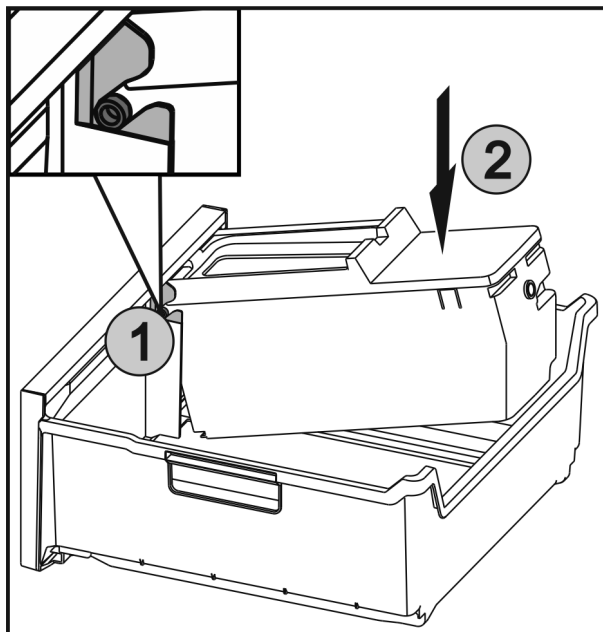

Fig. 59
- ▶ Zasuňte osi Fig. 59 (1) na EasyTwist-Ice do vedení a tlačte zadnú stranu Fig. 59 (2), kým spona nezapadne.